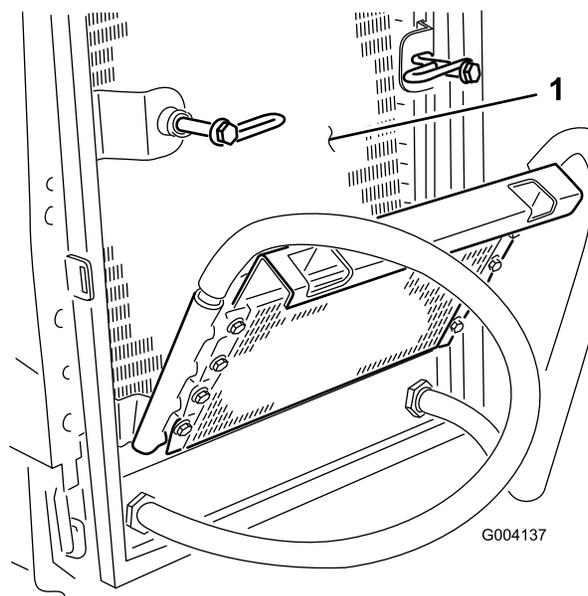

Figure 59
7. Nettoyez le radiateur à l'air comprimé basse pression 3,45 bar appliqué du côté ventilateur (n'utilisez pas d'eau). Répétez la procédure par l'avant du radiateur puis recommencez du côté ventilateur. Nettoyez soigneusement les deux côtés du refroidisseur d'huile. Après avoir nettoyé soigneusement le radiateur et les refroidisseurs d'huile, enlevez les débris éventuellement accumulés sur d'autres parties de la machine (Figure 59) à l'air comprimé.